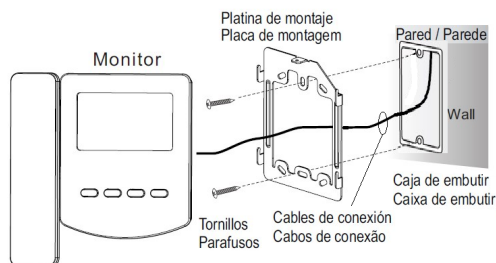

Fig. 3
- 1) Instale la platina de montaje en la caja de embutir, use 2 tornillos como se muestra en Fig. 3